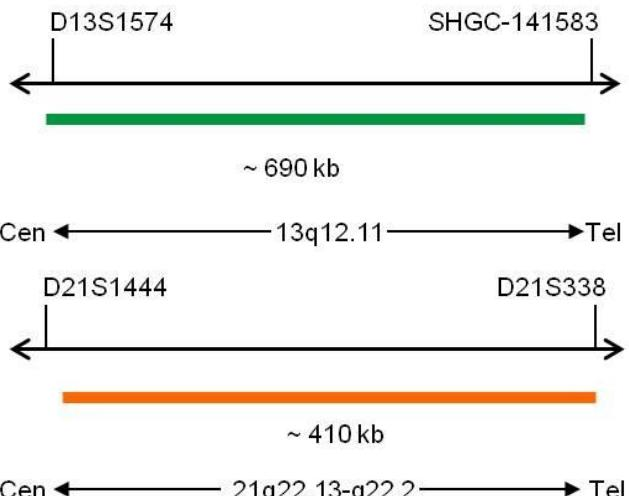

Fig. 1: Cima: SPEC 13q12.11 Mapa da sonda; Baixo: SPEC 21q22.13-q22.2 Mapa da sonda (sem escala)
- Polinucleótidos (~10.0 ng/ μ l) com marcação ZyGreen (excitação 503 nm/emissão 528 nm), dirigidos ao mapeamento de sequências alvo em 13q12.11* (chr13:20,200,365-20,892,494) (ver Fig. 1).
- Polinucleótidos (~4.5 ng/ μ l) com marcação ZyOrange (excitação 547 nm/emissão 572 nm), dirigidos ao mapeamento de sequências alvo em 21q22.13-q22.2* (chr21:39,372,983-39,784,773) (ver Fig. 1).